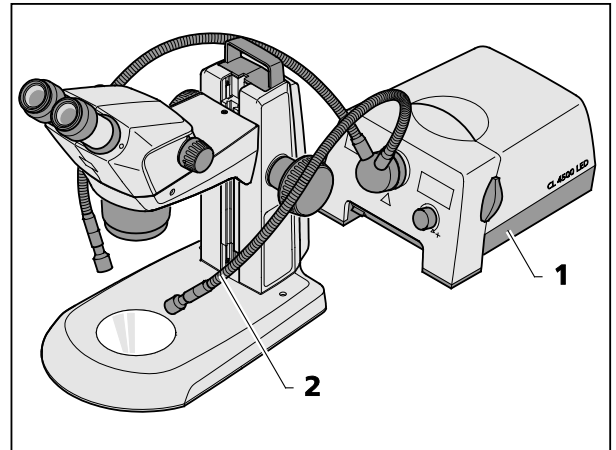

Fig. 15 Montare l'illuminatore a fibre ottiche esterno
- Accendere l'illuminatore a fibre ottiche esterno (Fig. 15/1), regolare l'intensità luminosa e, piegando i due colli di cigno (Fig. 15/2), regolare l'illuminazione, dimodoché l'oggetto sia illuminato ottimamente.